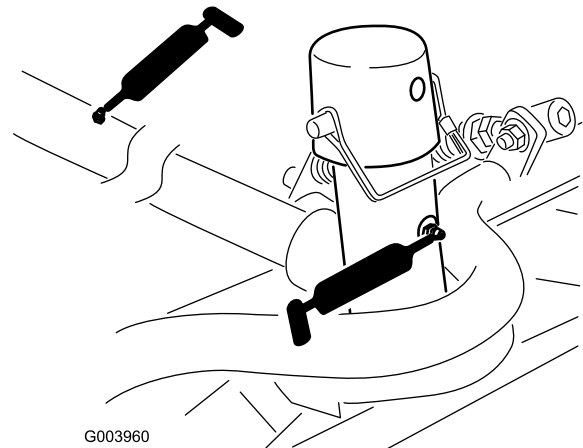

図 55
- ・ カuttingユニットのキャリアフレームとピボット（各2）（図 55）